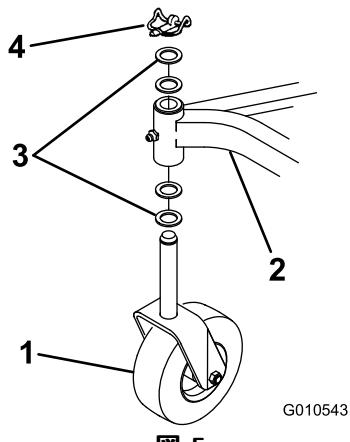

図 5
2. 各キャスタホイール・アセンブリについている出荷用のリンチピンとスラストワッシャ (2枚) を取り外す。各シャフトにスラストワッシャ 2 枚を残し、シャフトをフレームの取り付けチューブに挿入し、スラストワッシャとリンチピンを取り付ける (図 5)。